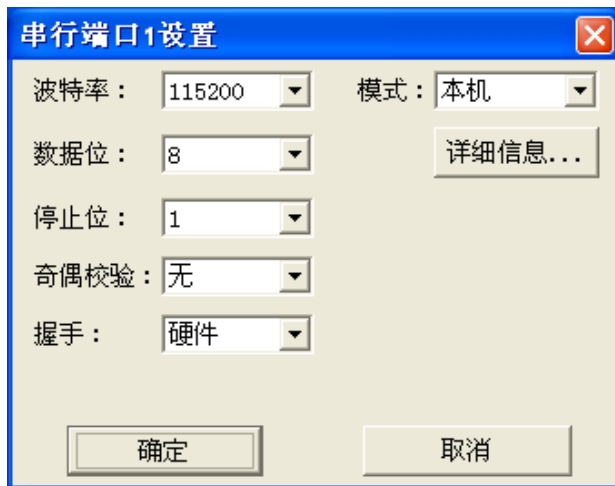

图 2-10：串行端口设置（In-Sight 浏览器）
2. 从“信号交换”下拉列表中选择“硬件”（图 2-10）。